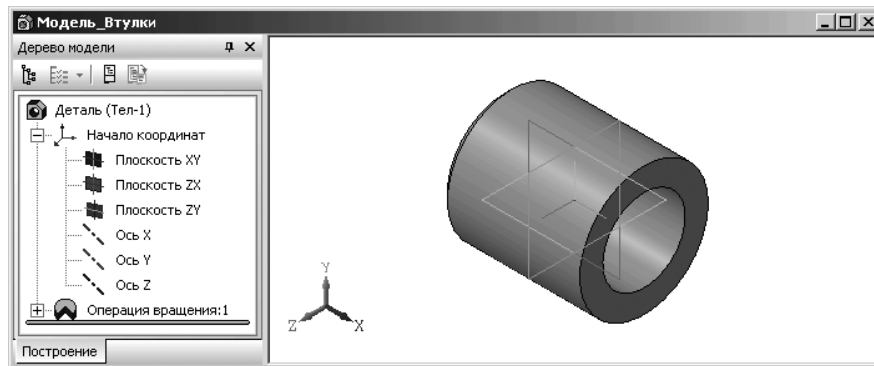

Рис. 4.74. Результат построения модели втулки
- щелкните на **Специальной панели управления** по кнопке – **Создать объект** или нажмите комбинацию клавиш **Ctrl+Enter**. Появится искомая модель **Втулки**. С помощью колесика мыши можно ее увеличить. Это состояние системы показано на рис. 4.74.